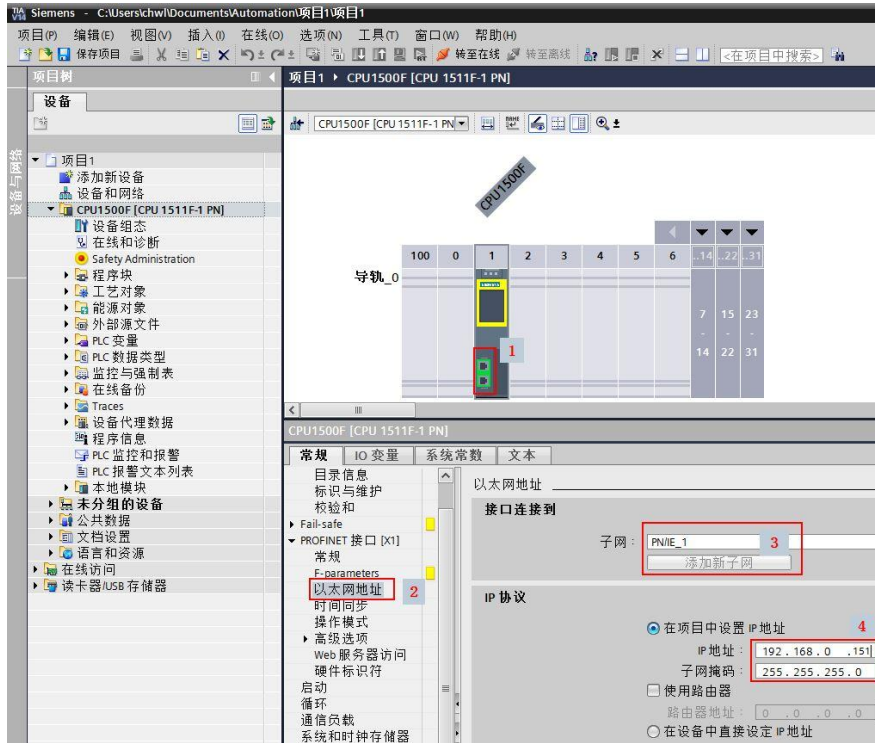

图 2-3 分配网络和设置 IP 地址
3) 在设备组态界面创建新的以太网子网，设置 IP 地址，如图 2-3。